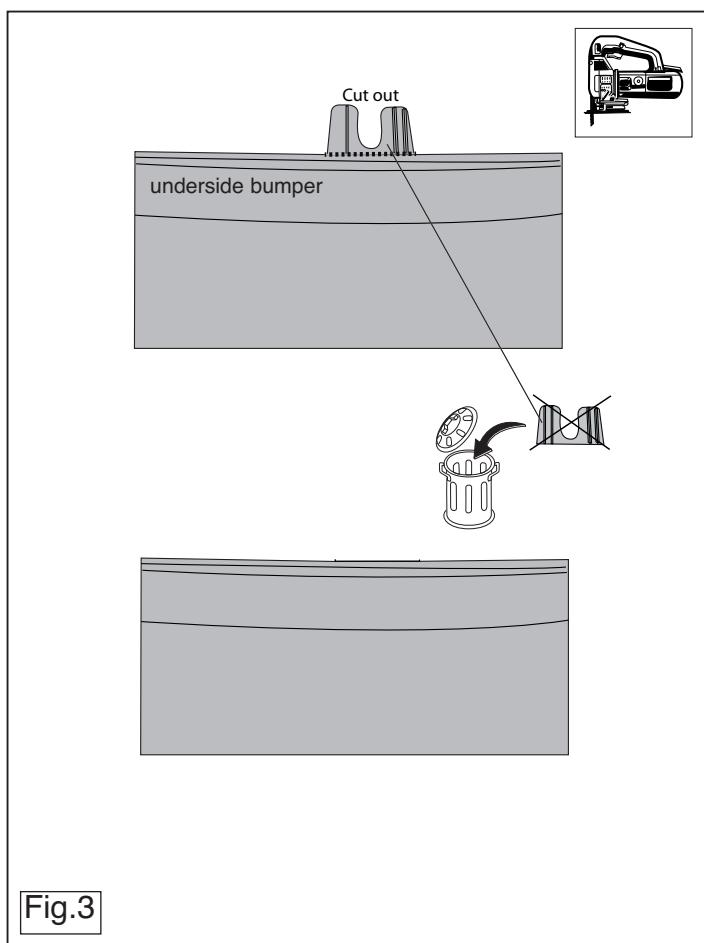

Fig.3
11. Auf der Unterseite der Stoßstange einen Teil aus der Mitte gemäß Abbildung 3 herausschneiden.